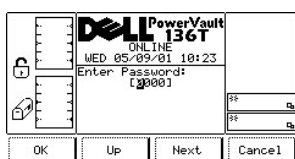

图 80. 设置 > 实用程序 > 保护 > 输入密码对话框
**警告：**在第一次初始化新的磁带库期间设置用户选定的密码，然后做一个备份并将其放在安全的地方以供将来参考。请参考保护对话框。按下下一步软键下方的按钮，以使“设置/更改密码”变成黑色的当前活动字段。按下更改软键下方的按钮。在出现提示时输入用户选定的密码，然后选择确定。请参见图 80。要保存所做的更改，请在保护对话框屏幕中按下“确定”软键下方的按钮。